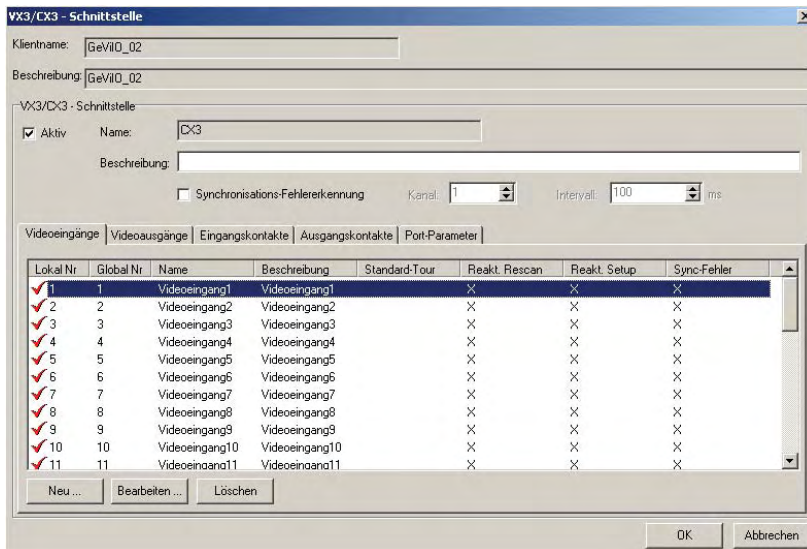

Abbildung 8-5: Hinzufügen der Videoeingänge
- Wählen Sie nun die soeben hinzugefügte Kreuzschienen-Schnittstelle aus und klicken Sie auf „Bearbeiten“. Es öffnet sich ein Dialog, wie er in Abbildung 8-5 zu sehen ist.